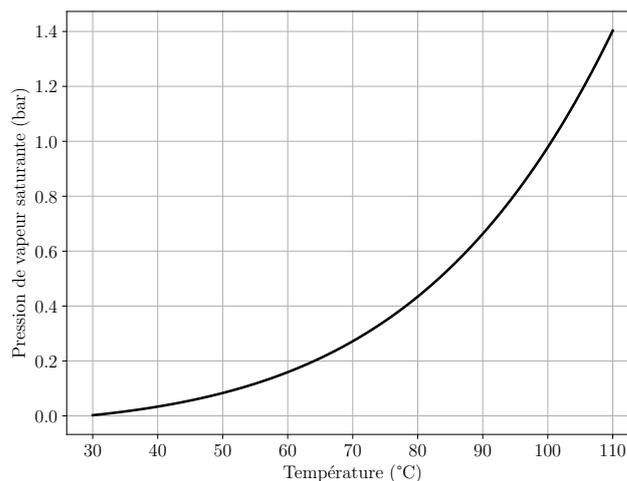

FIGURE D10.6
La courbe représentant l'évolution de la pression de vapeur saturante ou pression de l'équilibre liquide-gaz en fonction de la température pour l'eau pure est donnée en Figure D10.6.
Par lecture graphique sur la Figure D10.6, la température d'ébullition est $T_{eb} \approx 93$ °C **①**. Elle est bien supérieure à celle atteinte dans le désert : il n'est donc **pas possible** **①** de constater d'ébullition de la saumure de ces bassins dans ces conditions.